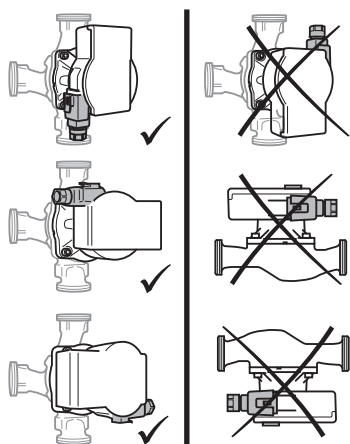

Fig. 2: Einbaulagen
- Einbauort entsprechend der zulässigen Einbaulage (Fig. 2) auswählen.
- Zulässige Einbaulage (Fig. 2) der Pumpe beachten, gegebenenfalls Motorkopf (2+6) drehen.
- Zulässige Einbaulage (Fig. 2) und Fließrichtungspfeil auf dem Pumpengehäuse (1) beachten.
- 4 Gehäuseschrauben (5) festschrauben.